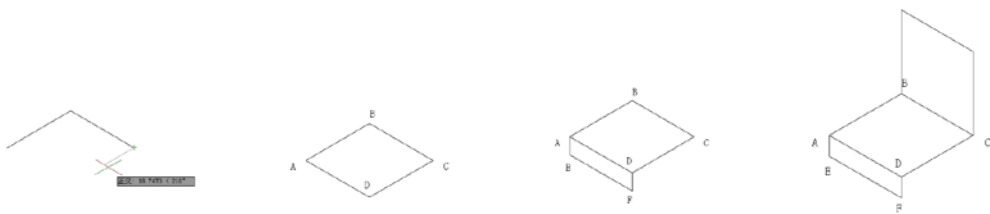

图 14.88 等轴测极轴捕捉 图 14.89 绘制上表面 图 14.90 绘制侧面 图 14.91 绘制后侧图形
(7) 执行【绘图】/【直线】命令，开始绘制水平底板的上表面。指定任意一点为 A 点，开启正交模式，向右上移动鼠标，输入长度值为 40，确定 B 点，再移动鼠标，长度都为 40，如图 14.88 所示，绘制完成上表面的图形 ABCD，如图 14.89 所示。